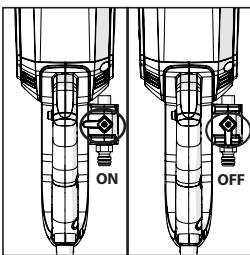

FIG. 6c
- Abra la válvula de agua para suministrar agua a la hoja. La tasa de flujo se puede ajustar mediante la válvula de agua de la sierra. (Fig. 6c)
- Una vez realizado el corte, apague la máquina y la válvula de agua (3) para detener el flujo de agua a la hoja.